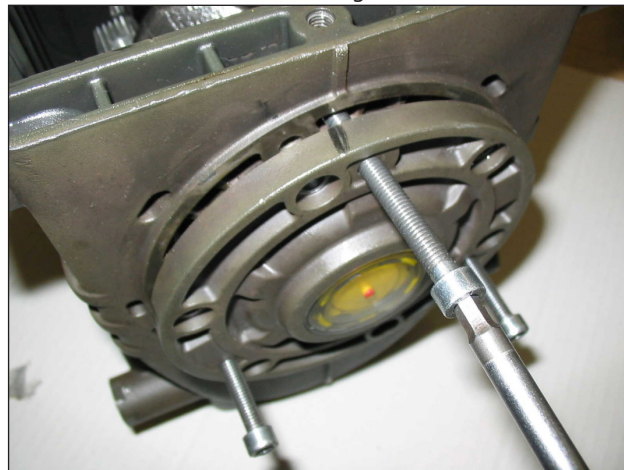

Fig. 3
- les couvercles latéraux, en utilisant pour l'extraction 3 vis M6x50 entièrement filetées et en les insérant dans les orifices filetés, comme décrit Fig. 3.